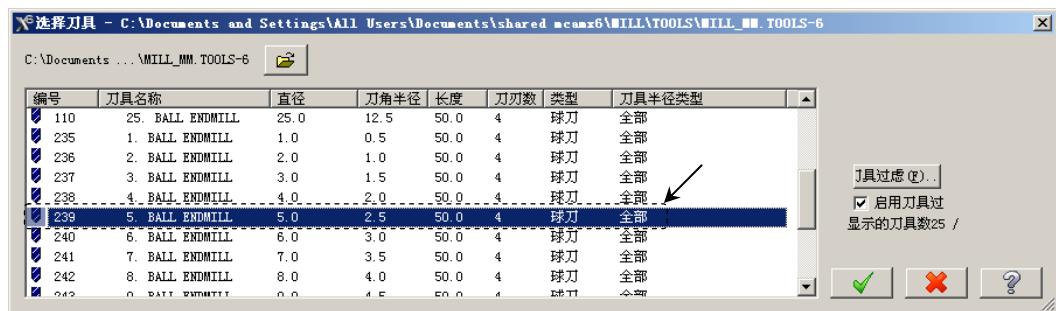

图 15.24 “选择刀具”对话框
Step4. 选择刀具。在“曲面精加工平行铣削”对话框中，单击 **选择刀具...** 按钮，系统弹出“选择刀具”对话框，在该对话框的列表框中选择图 15.24 所示的刀具。单击  按钮，关闭“选择刀具”对话框，系统返回至“曲面精加工平行铣削”对话框。